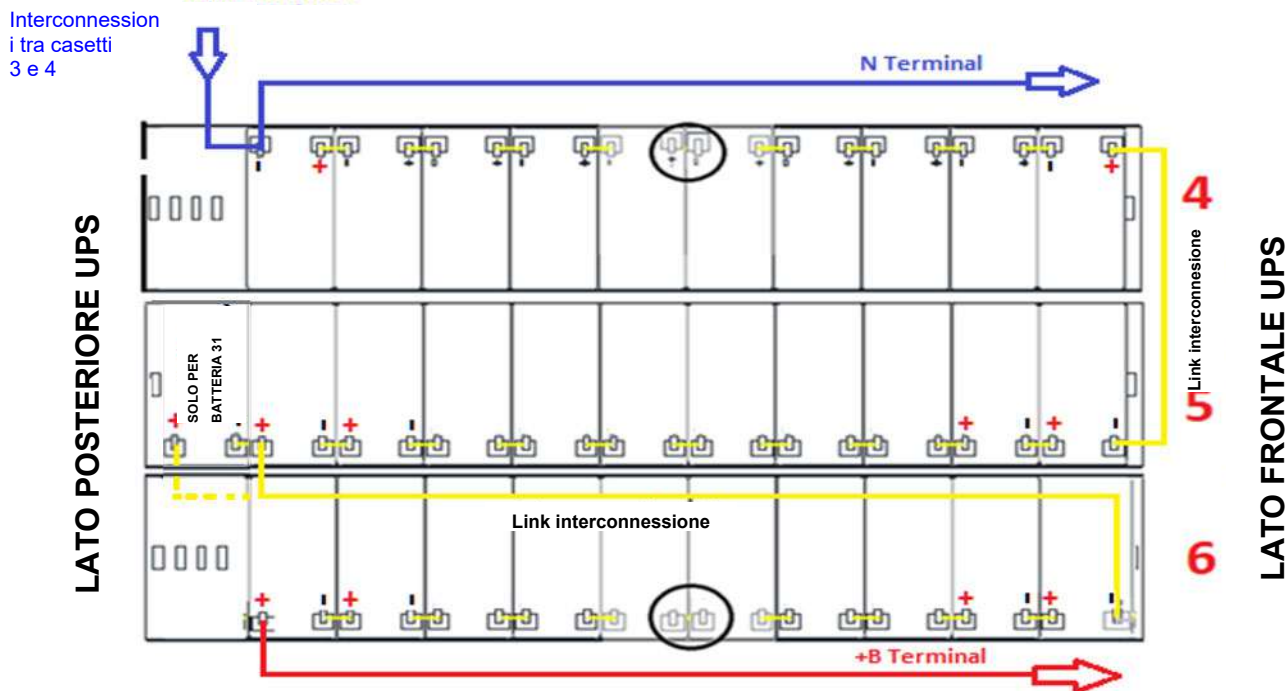

Figura 15 - Vista dall'alto Piano N°2 con connessioni batterie
8) Cablare il piano n°2 come indicato nella figura 15. **Lasciare scollegati i ponticelli cerchiati.** 9)